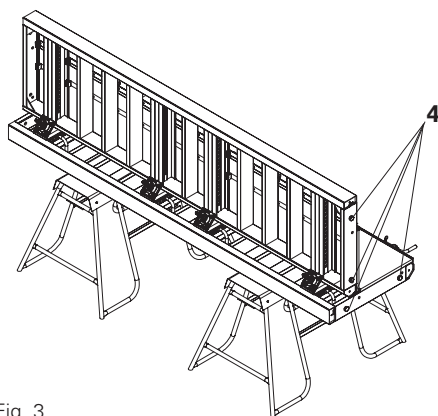

Fig. 3
1. Allentare e togliere le quattro viti (4) dei due elementi per pilastri. (Fig. 3)